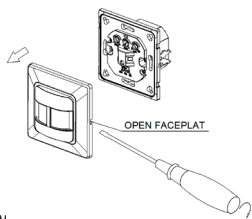

Рисунок 1
- Снимите переднюю крышку датчика, установите время и регулятор LUX. (см. рисунок 1)